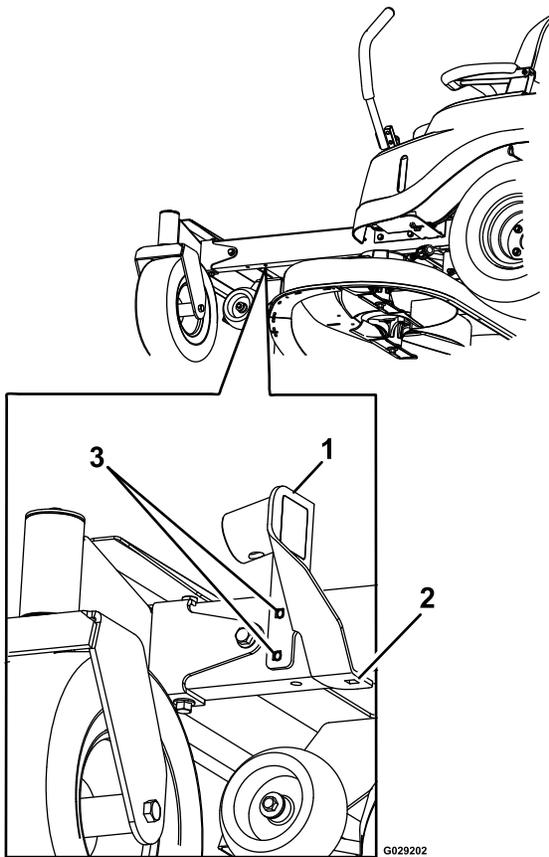

Figura 3
- A. Localice los dos taladros situados debajo del bastidor, en la parte delantera del lado izquierdo, según se muestra en Figura 3.